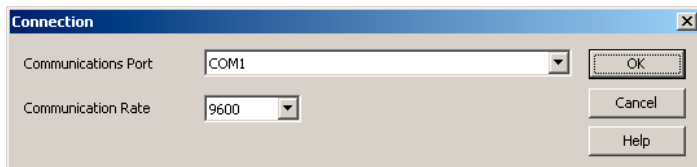

Figura 2
- Se abrirá DataView® y aparecerá la ventana Connection (vea Figura 2).
- Haga clic en el botón Configure Instrument y aparecerá la ventana Connection (vea Figura 2).
**NOTA:** El instrumento debe ser configurado con la misma velocidad de comunicación especificada en la Figura 2. Si no lo está, deberá seleccionar la velocidad correspondiente o cambiar la velocidad del instrumento.